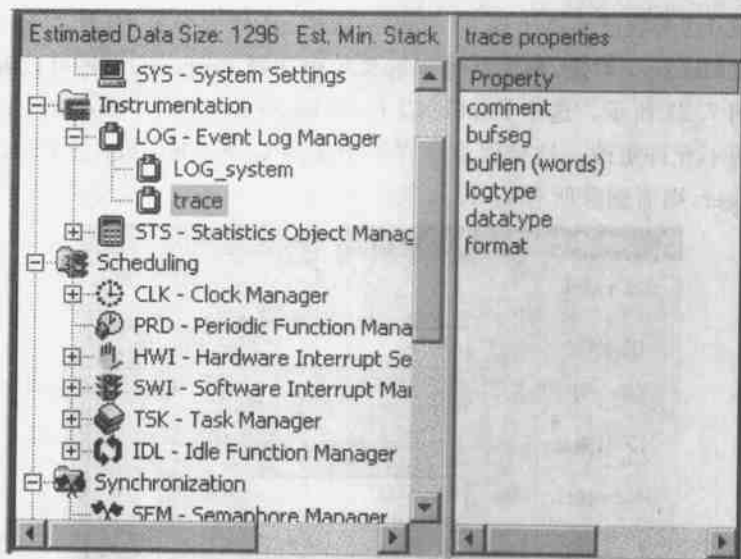

图 7.19 配置工具窗口
- (1) 在工程视图中双击 DSP/BIOS 文件夹下的 VOLUME.CDB,打开配置文件。
- (2) 在配置工具窗口中单击 CLK、LOG 和 SWI 管理器旁的“+”号,展开各个模块。配置文件除包含默认的对象外,还创建了这 3 个模块的对象。
- (3) 单击名为 trace 的 LOG 对象,在右边的窗口可看到此日志的属性,如图 7.19 所示。VOLUME.C 调用 LOG_printf,将“volume example started”信息写入此日志。